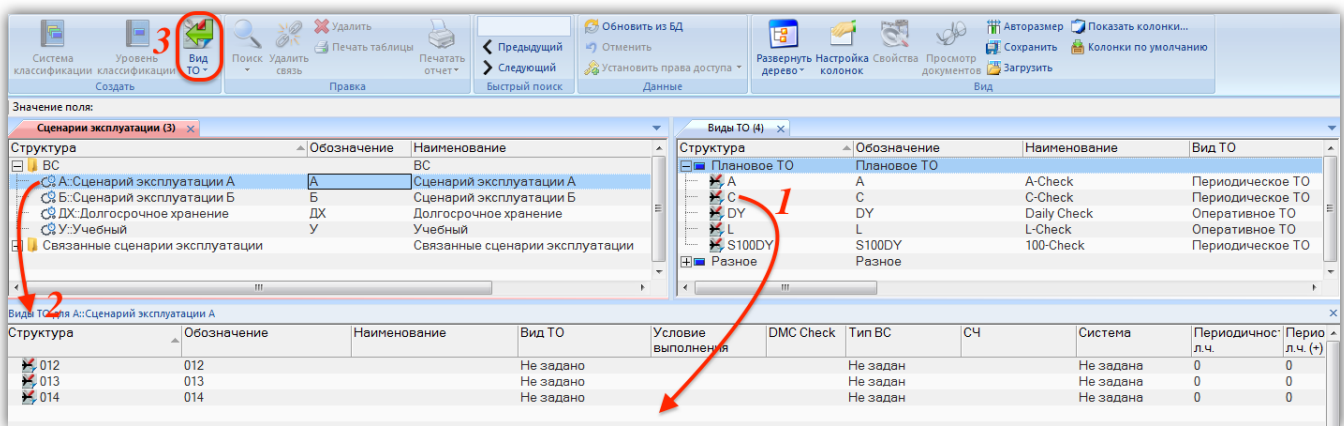

Рис. 10-394 – Установление связи вида ТО и сценария эксплуатации
- 3) В поле «Виды работ» открыть выпадающий список и установить флажки в полях с наименованием вида ТО (рис. 10-394).